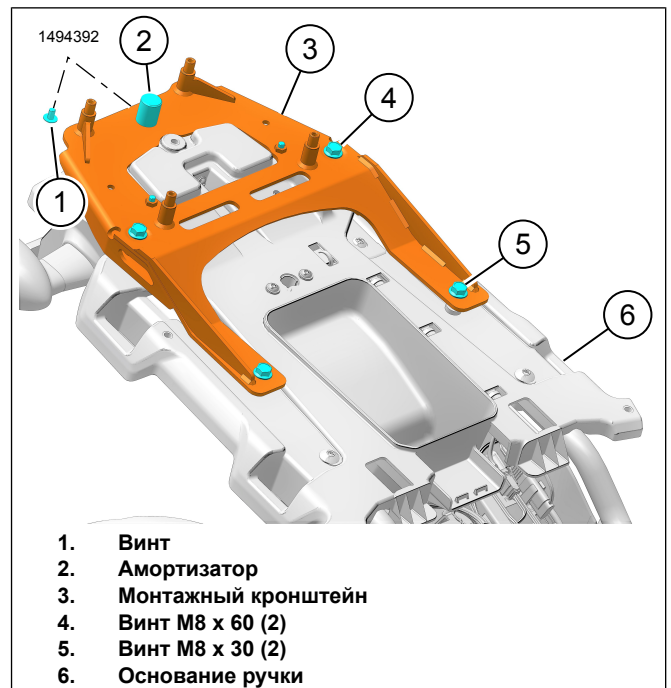

Рисунок 8. Монтажный кронштейн
5. См. рис. 8. Установите амортизатор (2) и винт (1) на монтажный кронштейн (3).
- a. Затяните винт (1).
7. См. рис. 8. Установите монтажный кронштейн (3).
- c. См. рис. 8. Затяните винты (4, 5).